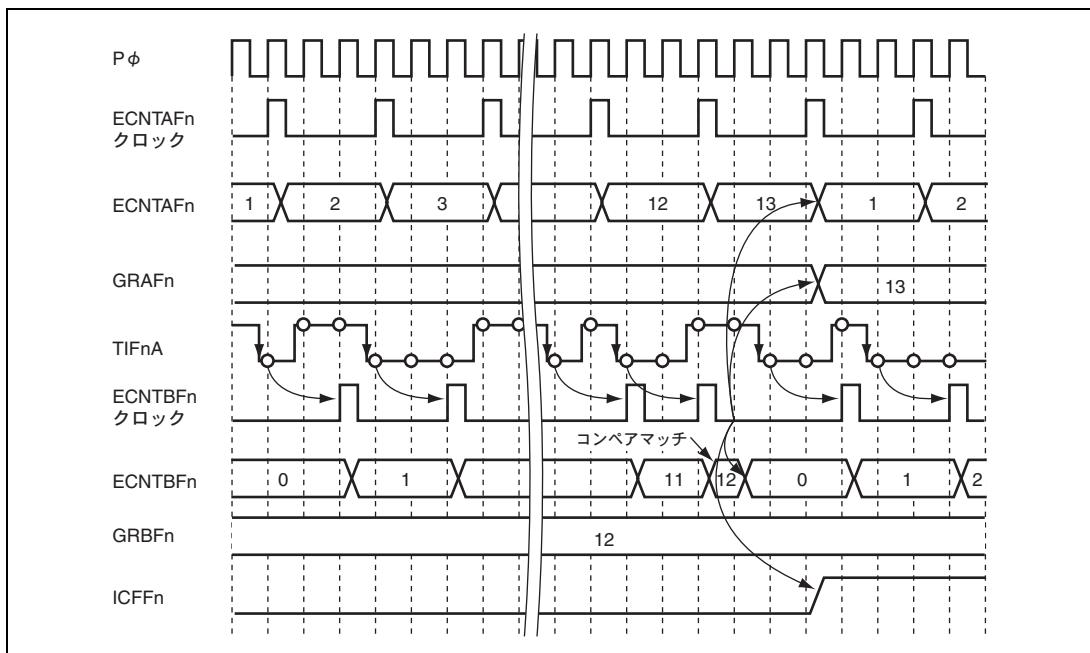

図 13.38 有効エッジ入力間隔計測の動作例
- ECNTBFn : TIFnA 入力より与えられた信号のエッジをカウントします。カウント対象のエッジは、立ち上がり、立ち下がり、両エッジのいずれかを選択可能です。この例では立ち下がりエッジをカウントします。また、同期化処理のために TIFnA には 2 サイクルの遅れが生じます。ECNTAFn のコンペアマッチの検出後、次の P_φ クロックに同期してカウント値をクリアします。コンペアマッチによるカウントクリアと同時にカウント対象エッジが与えられた場合は、カウンタクリアとエッジカウントを 1 サイクルの間に行ったものと見なし、カウント値は H'0001 となります。この例を図 13.38 に示します。
GRBFn に対象とするエッジの数 (GRBFn の値) を指定すると、それだけのエッジをカウントするのに要した時間が GRAFn に得られます。この時間を対象とするエッジの数で割ることによって、エッジ入力間隔の平均値を得ることができます。得られる時間は、ECNTAFn のカウントソースクロックの周期 (GRAFn の値) として示されます。このときのタイマ Fn の動作は次のとおりです。また動作例を図 13.38 に示します。これは、12 個のエッジを入力するのにカウントソースクロック 13 周期を要した例です。ここで ECNTAFn クロックと ECNTBFn クロックは、それぞれ時間計測カウンタ ECNTAFn とイベントカウンタ ECNTBFn がカウント動作やクリア動作を行うタイミングを示しています。